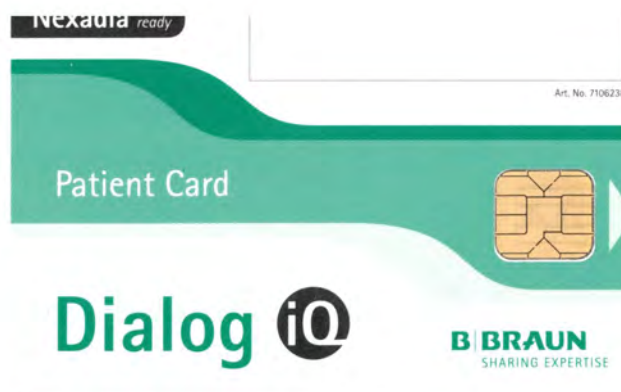

Fig. 11-2 Dialog iQ tarjeta de paciente
1. Insertar la tarjeta de paciente en el lector de tarjetas situado en la parte izquierda de la pantalla del equipo con la flecha apuntando hacia la ranura. El lado impreso, con el chip, (Fig. 11-2) debe apuntar hacia el frontal del monitor (interfaz de usuario).